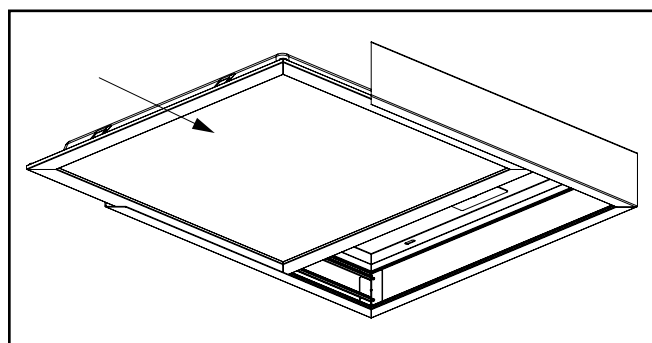

Figura 8.
- A8. Deslice la luminaria completamente en el canal a través del lado abierto. (Figura 8.)